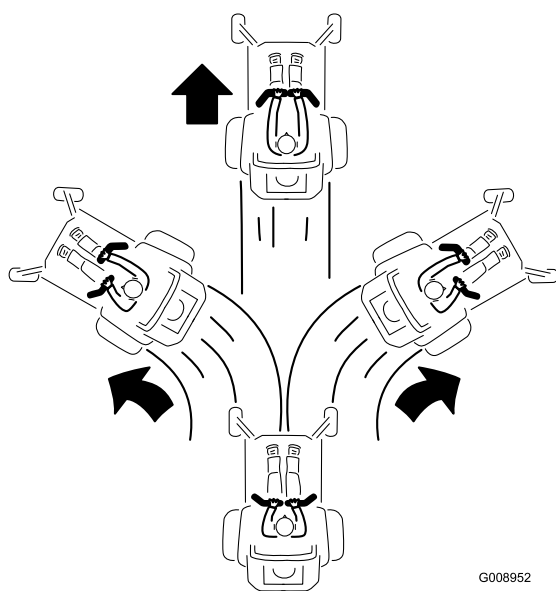

Figura 25
2. Per fare marcia avanti spingete lentamente in avanti le leve di controllo del movimento (Figura 25).